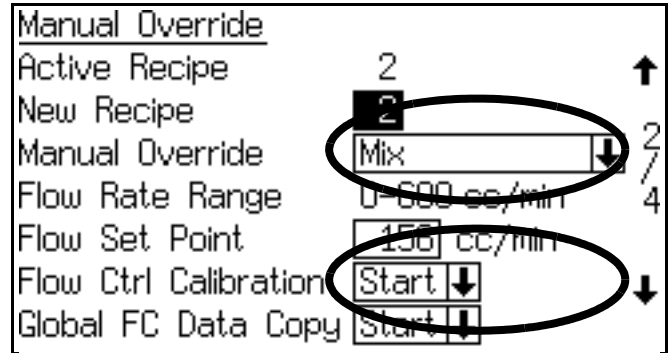

FIG. 97. Pantalla de derivación manual
4. Vaya a la **Pantalla de derivación manual** (vea la FIG. 97). Fijar la Derivación manual a Mezcla, y fijar la Calibración del control de caudal en Comenzar.